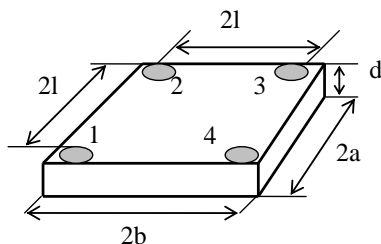

Рисунок 2.1 — Размещение зондов в планарном варианте метода Ван дер Пау
1. При измерении удельного сопротивления прямоугольного образца методом Ван дер Пау (рис. 2.1) ток  $I$  подводится через контакты 1 и 4, а падение напряжения  $U_{2-3}$  измеряют между зондами 2 и 3. Затем геометрию измерений меняют: через зонды 1 и 2 пропускают ток  $I$ , а между другой парой зондов (3 и 4) измеряют падение напряжения  $U_{3-4}$ . найти удельное сопротивление образца. Найти удельное сопротивление образца.